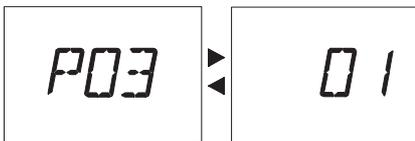

Рис. 21
- 2 На ЖК-дисплее параметр **P03** чередуется с **01** (Рис. 21).